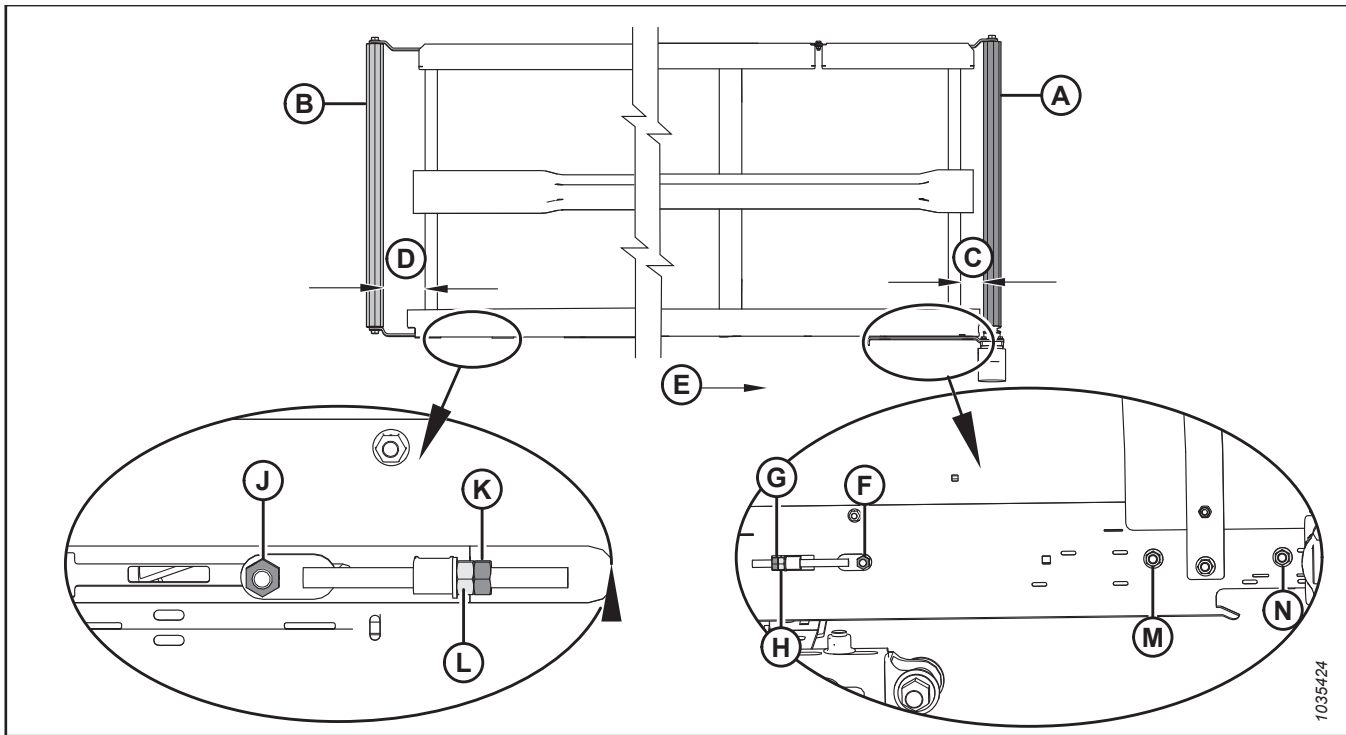

Figure 4.247: Réglage de l'alignement du tapis – Tapis gauche
2. Réglez le rouleau d'entraînement (A) pour changer C (consultez le tableau 4.2, page 386 et la figure 4.247, page 386) comme suit :
- a. Desserrer les écrous (F), (M) et (N), et le contre-écrou (G).
- b. Tournez l'écrou de réglage (H).
- c. Serrer les écrous (F), (M) et (N), et le contre-écrou (G).
3. Réglez le rouleau libre (B) pour changer D (consultez le tableau 4.2, page 386 et la figure 4.247, page 386) comme suit :
- a. Desserrez l'écrou (J) et le contre-écrou (K).
- b. Tournez l'écrou de réglage (L).